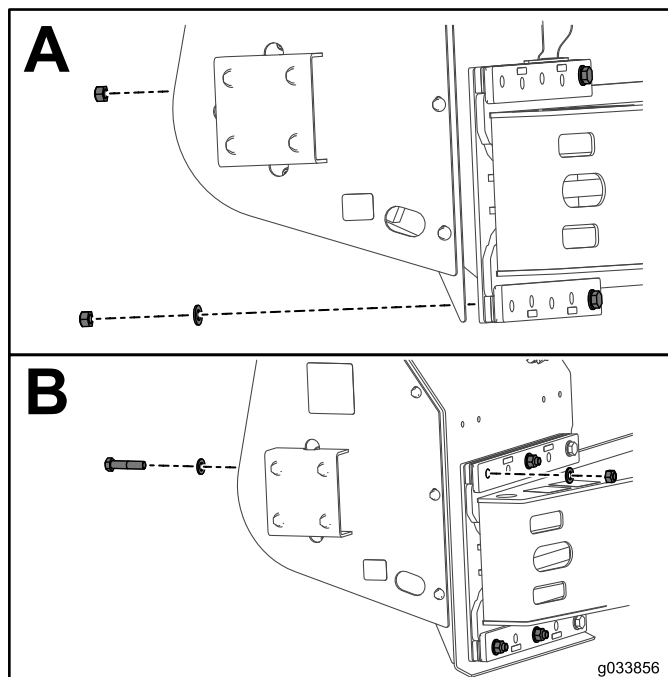

Figura 5
11. Fixe o parafuso superior com porca autotravante, como mostrado na Caixa A da Figura 5.
12. Fixe o parafuso inferior com arruela porca autotravante, como mostrado na Caixa A da Figura 5.